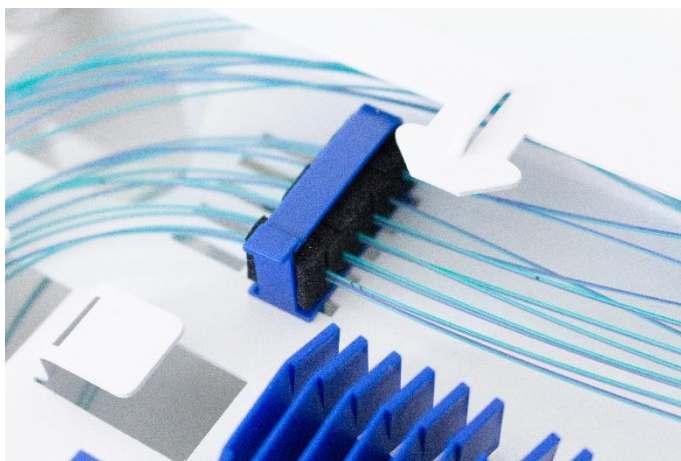
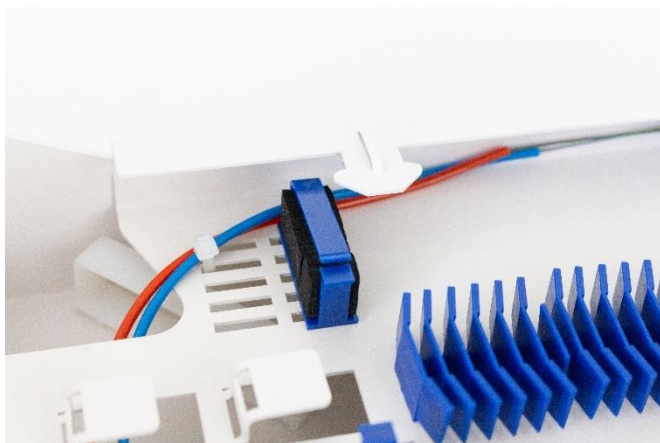

Bild 2
Bild 3
6. Låt fiberbanden gå ett varv i kassetten innan ni för ner fiberbanden i skårorna i skumgummikudden enligt bild 2.
7. För en kabel med tuber, låt tuberna gå hela vägen upp i kassetten och fäst dem löst med buntband så att de kan röra sig lite. Låt tuberna gå in på kassetten en bit förbi buntbandet så att det finns möjlighet till att tuben kan röra sig utan att den åker ut, se bild 3.
11. Fäst upp mikrokabeln i kassetten med buntband så att den kan röra sig lite, men inte åker ut. Mantla av kabeln ca 10 cm från buntbandet. Jmf med tuber på bild 3. Blåsfiber kan med fördel placeras i skåran på skumgummikuddarna likt fiberbanden på bild 2